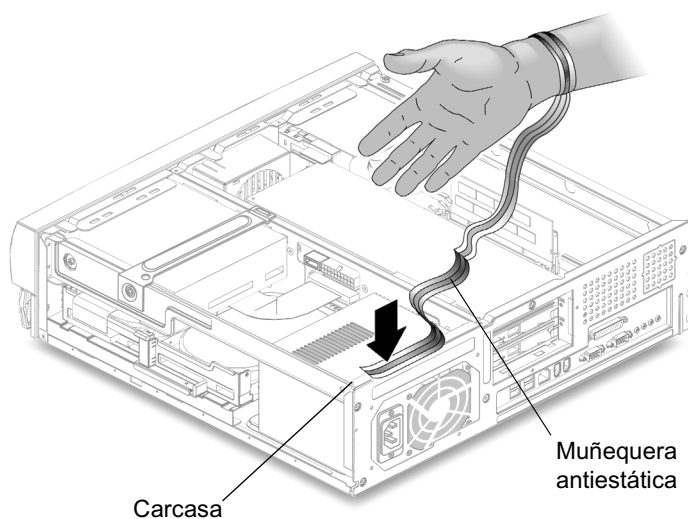

FIGURA 4-4 Colocación de la muñequera antiestática
3. Ciña el extremo de cobre de la muñequera antiestática a la carcasa de la estación de trabajo con el fin de proporcionar una conexión a tierra para la descarga electrostática (FIGURA 4-4).